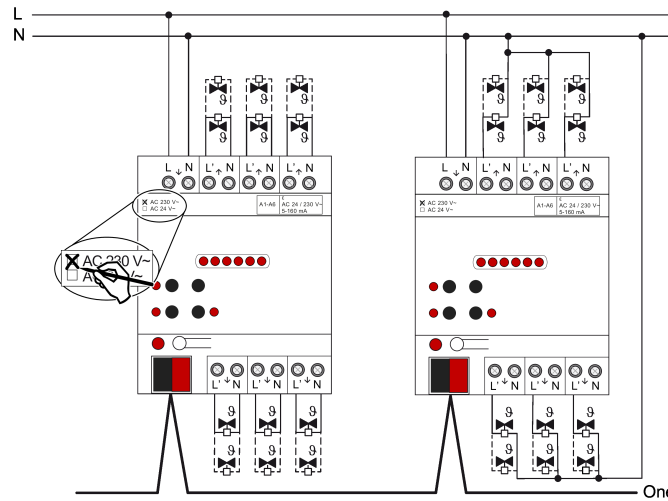

Bild 3: Anschluss für Stellantriebe AC 230 V (Anschlussbeispiele)
- Stellantriebe AC 230 V gemäß Anschlussplan (siehe Bild 3) anschließen. Die Neutralleiter der Stellantriebe können entweder jeweils direkt mit den N-Klemmen der Ausgänge des Heizungsaktors (Anschlussbeispiel links) oder alternativ gemeinsam mit einem geeigneten N-Potenzial (z. B. N-Leiterklemme im Verteiler) verbunden werden (Anschlussbeispiel rechts). Es ist nicht unbedingt erforderlich, die Neutralleiter der Stellantriebe unmittelbar an den Aktor anzuschließen.